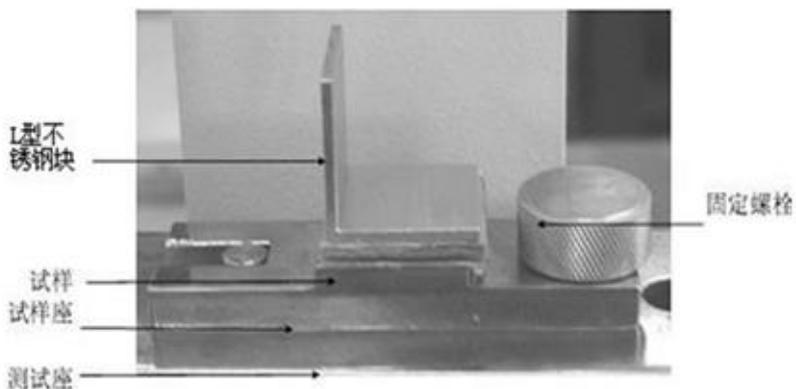

图 8
(1)将制作好的试样座之一置于测试座上，并按照图 8 所示，将试样座紧锁在测试座上（见图 8）。
(4) 将冲击锤固定在悬空位置，将制作好的试样座之一置于测试座上，并按照图 8 所示的试样安放方向安装好试样，将试样座紧锁在测试座上准备进行测试。
(5) 在显示界面按“档位”键选择你所需的档位（A 档或 B 档），再按“测试”键确定所选档位，再按“删除”键进入删除界面，输入“00”删除以前测试储存的全部数据（如果需要删除某一个数据时直接输入所要删除的数据的编号即可），再按“测试”键返回到预备测试界面。按“测试”键使显示“预备”界面进入“测试”界面，则可进行试验测试，按下释放按钮，释放冲击锤，使冲击锤下落，冲击 L 型不锈钢块，使得试样层间分离，显示器中则显示分离纸张所做的功是多少 J。注意：新试样测定档位的选择步骤是：在测试座上固定好试样，先把档位选到 A 档，释放冲击锤，查看显示面板所显示的数据在 0-500J